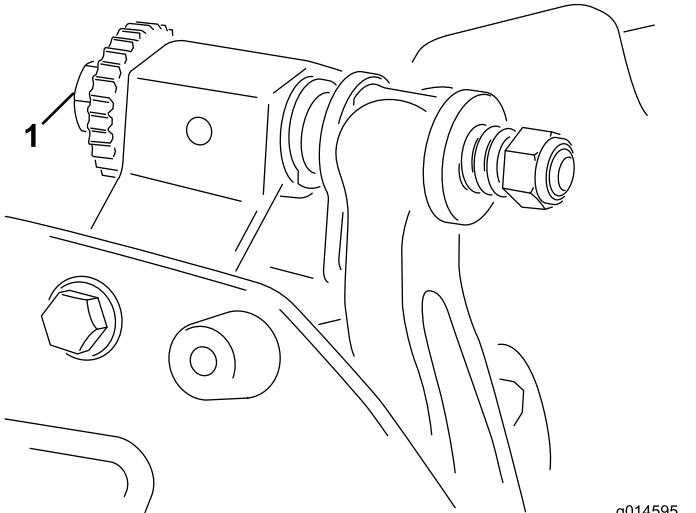

Figura 4
- Ruotate la vite di regolazione della barra di appoggio destra (Figura 4) fino a quando non sentite una leggera pressione sullo spessore facendolo scorrere da lato a lato. Rimuovete lo spessore.